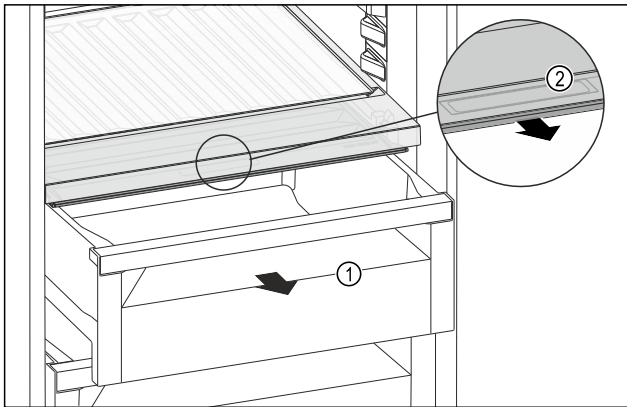

Fig. 117
- ▶ Retirer le tiroir Fig. 117 (1).
- ▶ Saisir la poignée encastrée Fig. 117 (2) du couvercle du compartiment et tirer le couvercle du compartiment par l'avant.